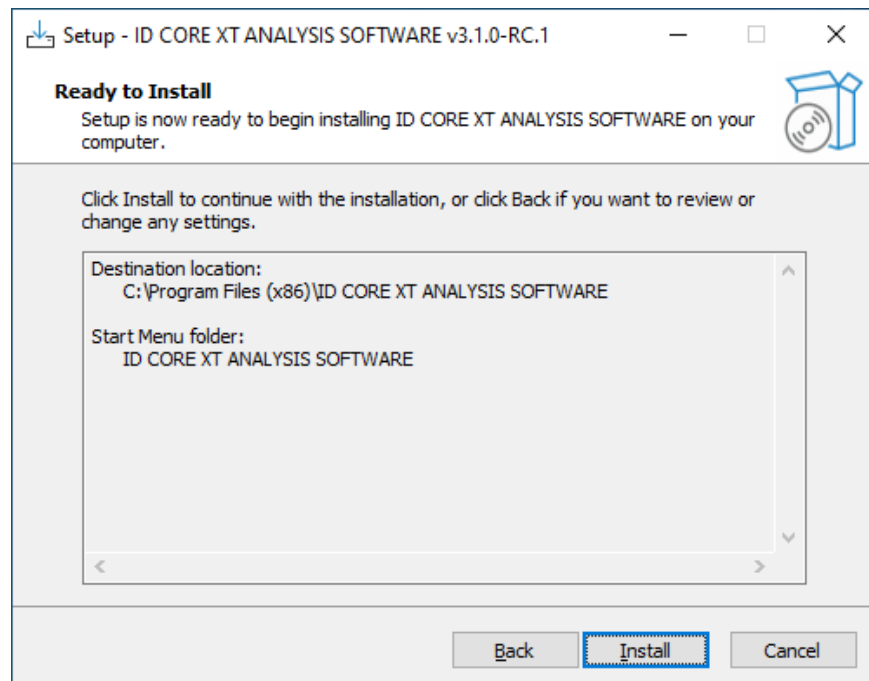

Figura 4. Resumen del paso de configuración de instalación de ID CORE XT ANALYSIS SOFTWARE
6. En el **resumen de la configuración de instalación** Figura 4) se muestran las opciones que el usuario ha seleccionado en los pasos anteriores.